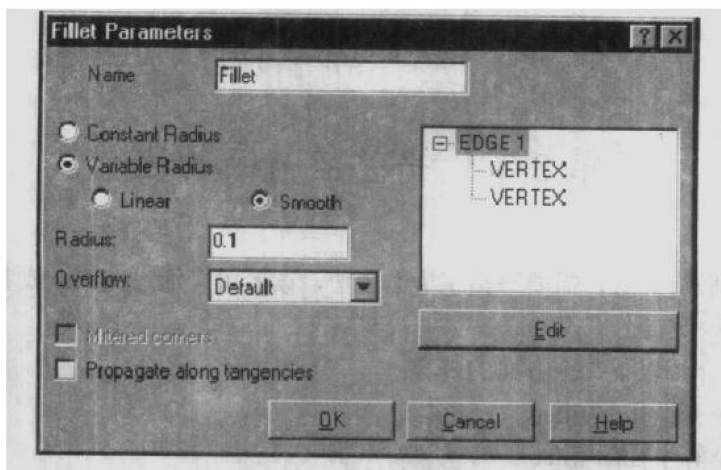

图 2.7 倒变半径参数对话框
(9) 双击在边展示区内的 EDGE1, 打开树状结构, 对话框如图 2.7 所示。